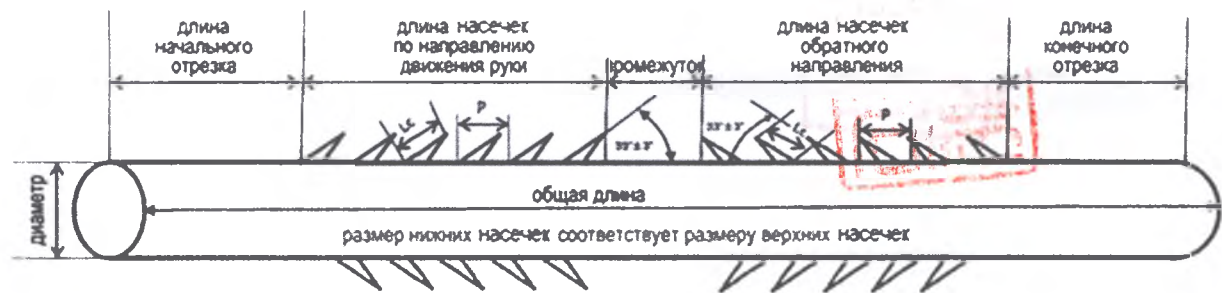

Рис. 16
8. Нити с двусторонними разнонаправленными насечками COG 2R, серия – YRPN (рис. 16)